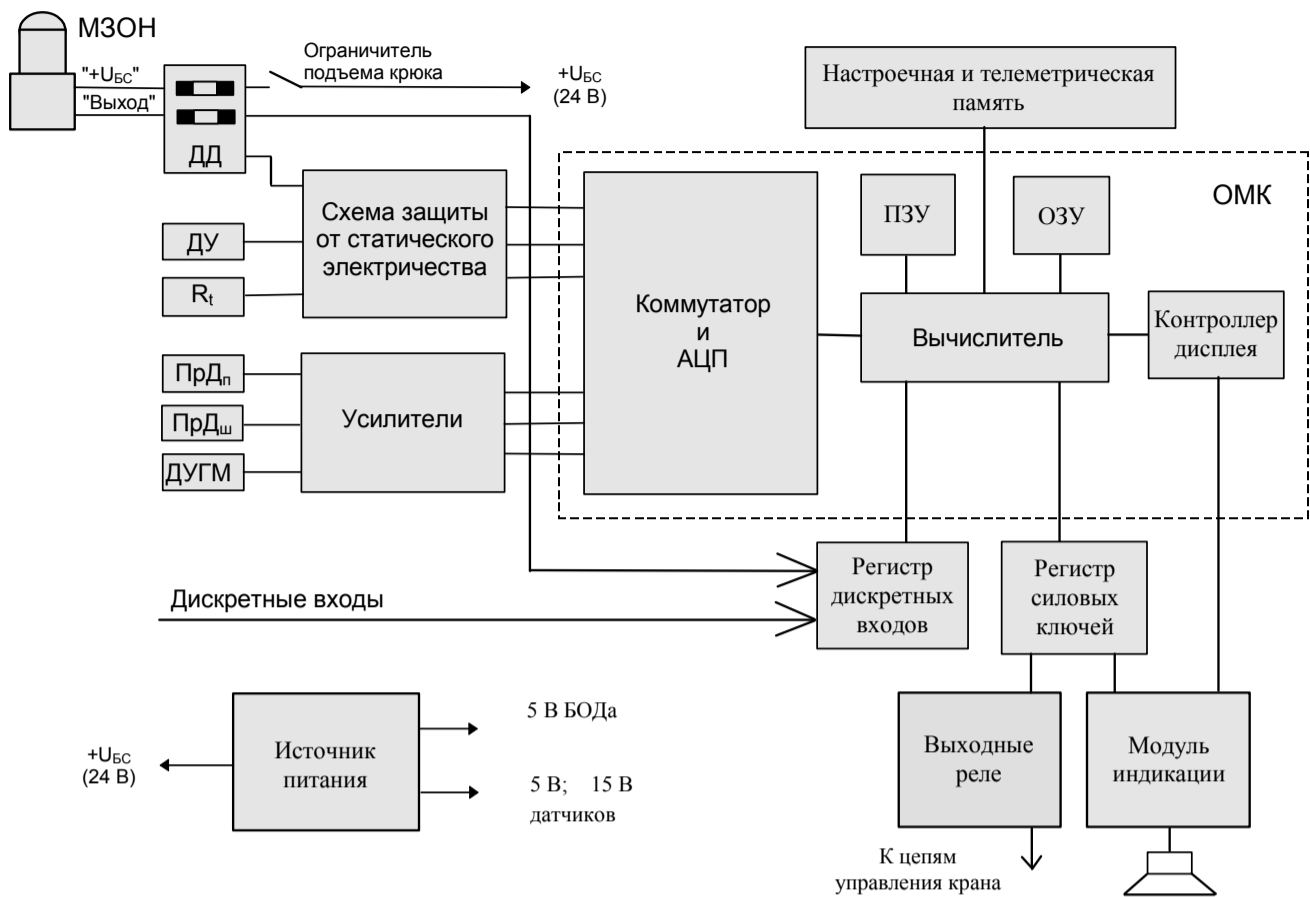

Рисунок 1 - Блок-схема ограничителя
1.4.1 Принцип действия ограничителя (рисунок 1) основан на последовательном опросе и преобразовании аналоговых сигналов с датчиков в цифровой код, определении угла и длины стрелы, расчете цифровыми методами величины вылета, высоты подъема (по заданным геометрическим размерам рабочего оборудования крана), а также вычислении